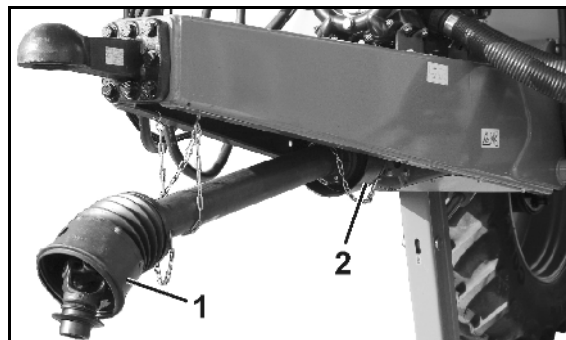

図 13
- 図 13/...
(1) プロペラシャフト保護パーツとチェーン
(2) 機械側の保護カバー